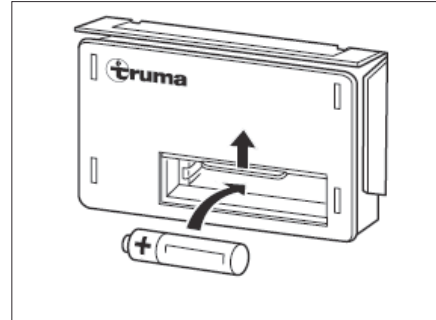

Fig. 107 Sostituzione della batteria
- Spingere verso l'alto la copertura del vano della batteria del dispositivo di accensione (Fig. 107).
- Nel vano della batteria del dispositivo di accensione (Fig. 107) inserire una batteria nuova dello stesso tipo di quella vecchia rispettando le polarità (+/-). Utilizzare solo batterie mignon resistenti alla temperatura (+70 °C) ed ermetiche.